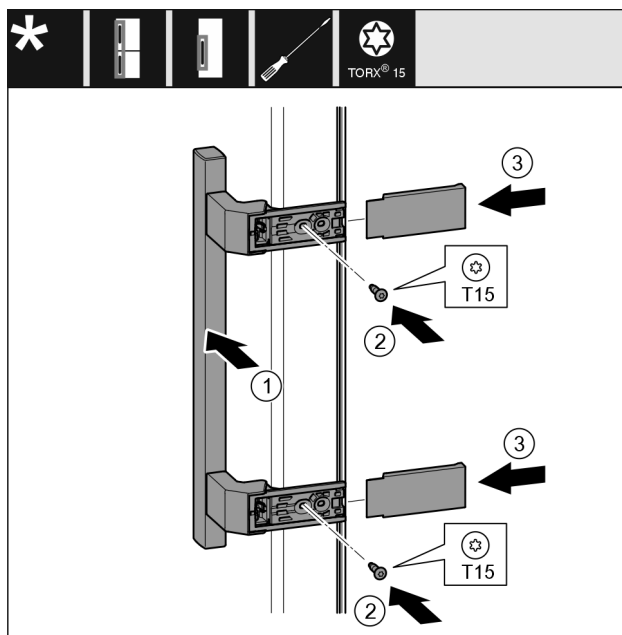

Fig. 19
- Postavite ručku Fig. 19 (1) na suprotnu stranu.
- Odvijačem pritegnite vijke Fig. 19 (2).
- Postavite poklopce Fig. 19 (3) bočno i natakните ih.